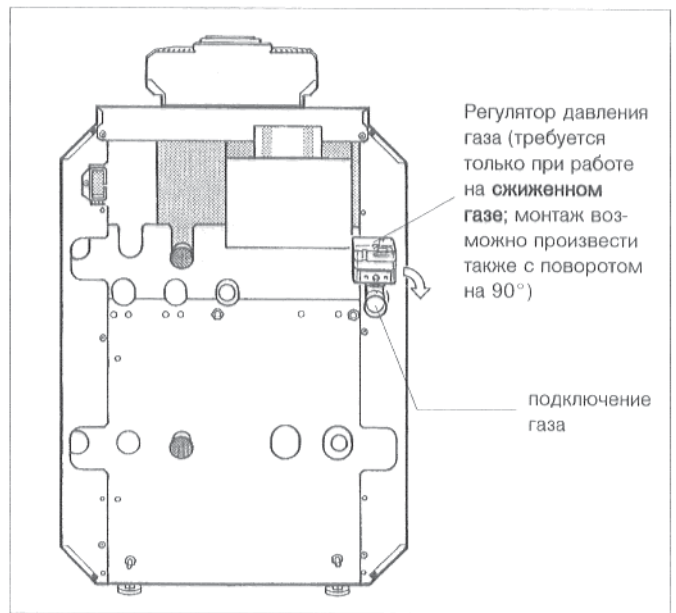

Рис. 23: подключение газа
Газопровод должен быть подключен к котлу без натяжения (рис. 23).
- При работе на **сжиженном газе**, в газопровод, непосредственно у места подключения газа к котлу, необходимо монтировать и уплотнить регулятор давления газа, входящий в комплект поставки деталей для переоснастки, применяя при этом редукционный ниппель (рис. 23). Шкала установки должна показывать вверх или наружу.